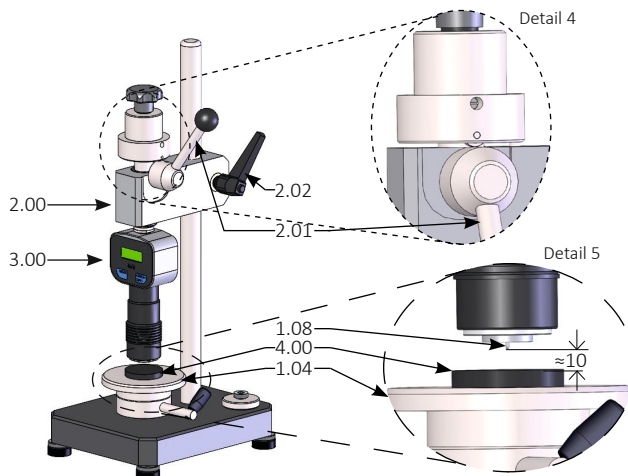

Abb. 6 Härteprüfung Shore A, B, O, AO, E, L/c, Asker C
- › Verschieben Sie den Aufnahmearm (2.00), so dass sich der Eindringkörper des Härteprüfgerätes (3.00) vertikal ≈ 10 mm über dem Prüfling befindet (siehe Detail 4, Abb. 6). Bei zu großem Abstand liegt die Auflagefläche des Härteprüfgerätes nicht auf dem Prüfling auf. Dadurch kommt es zu Fehlmessungen.
- › Schwenken Sie den Belastungshebel (2.01) nach unten, bis das Gewicht nicht mehr auf der Exzentescheibe des Belastungshebels (2.01) aufliegt (siehe Detail 5, Abb. 6).